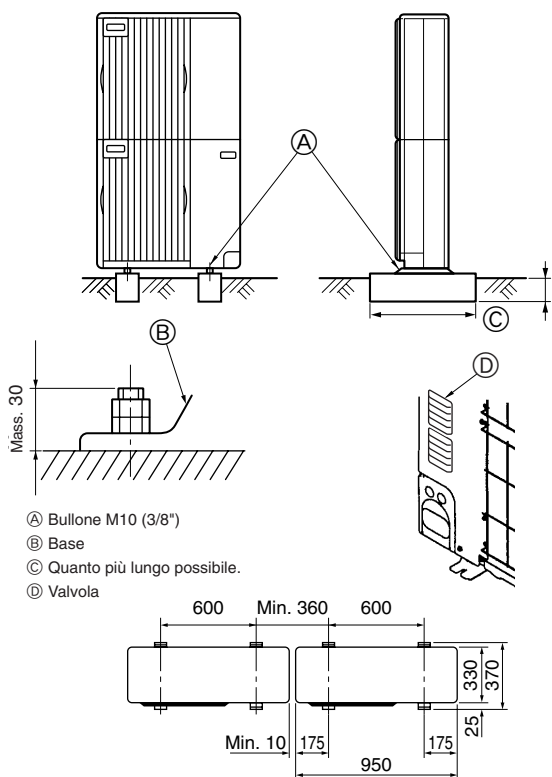

Fig. 3-1
• Assicurarsi di installare l'unità su una superficie solida e in piano, per evitare rumori di sbattimento durante il funzionamento. (Fig. 3-1)